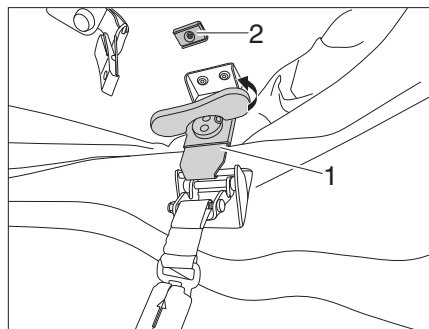
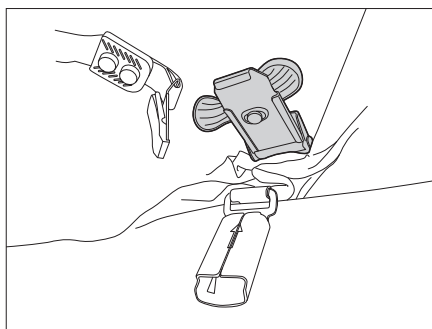

Figura 37 Desactivar los bloqueos
Figura 38 Fijar el bloqueo
- Colocar los tiradores giratorios de los bloqueos izquierdo y derecho (Figura 37, 1) y girarlos en sentido contrario a las agujas del reloj, hasta que los bloqueos estén desactivados.
- Girar el tirador giratorio hacia abajo y con el imán (Figura 37, 2) fijar el mecanismo de bloqueo (Figura 38).